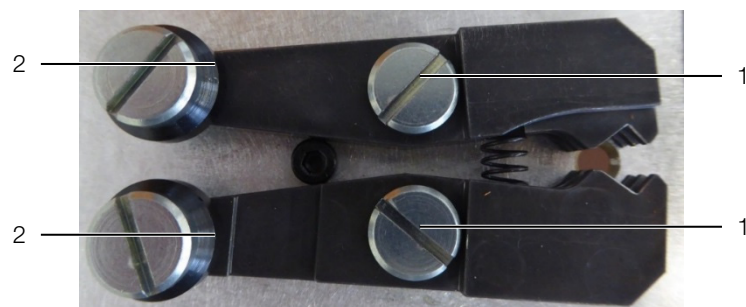

Imagen 17: Pinza de sujeción
- Lubrique la pinza en los puntos de giro (imagen 17, pos. 1) y en las superficies de contacto (imagen 17, pos. 2) de los rodillos.